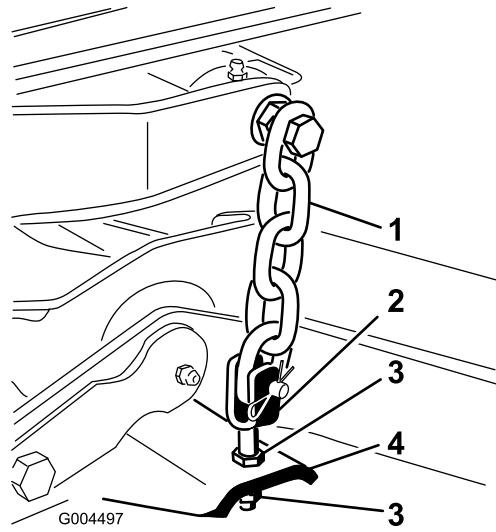

Figura 77
7. Regolate i controdadi che fissano le forcille/catene della scocca al piatto di taglio, finché il passo della lama non è di 8 mm (Figura 77).